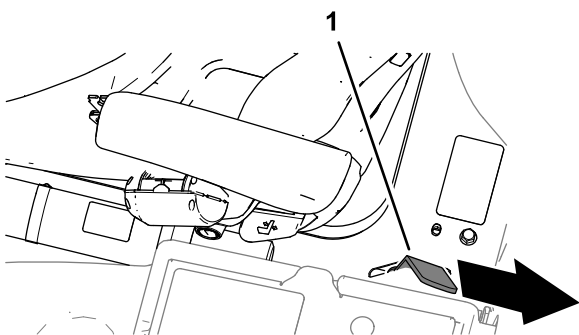

Figure 47
3. Abaissez complètement la plate-forme et déplacez la poignée de verrouillage vers l'arrière de la machine jusqu'à ce que les crochets du verrou s'engagent complètement sur la barre de verrouillage (Figure 47).